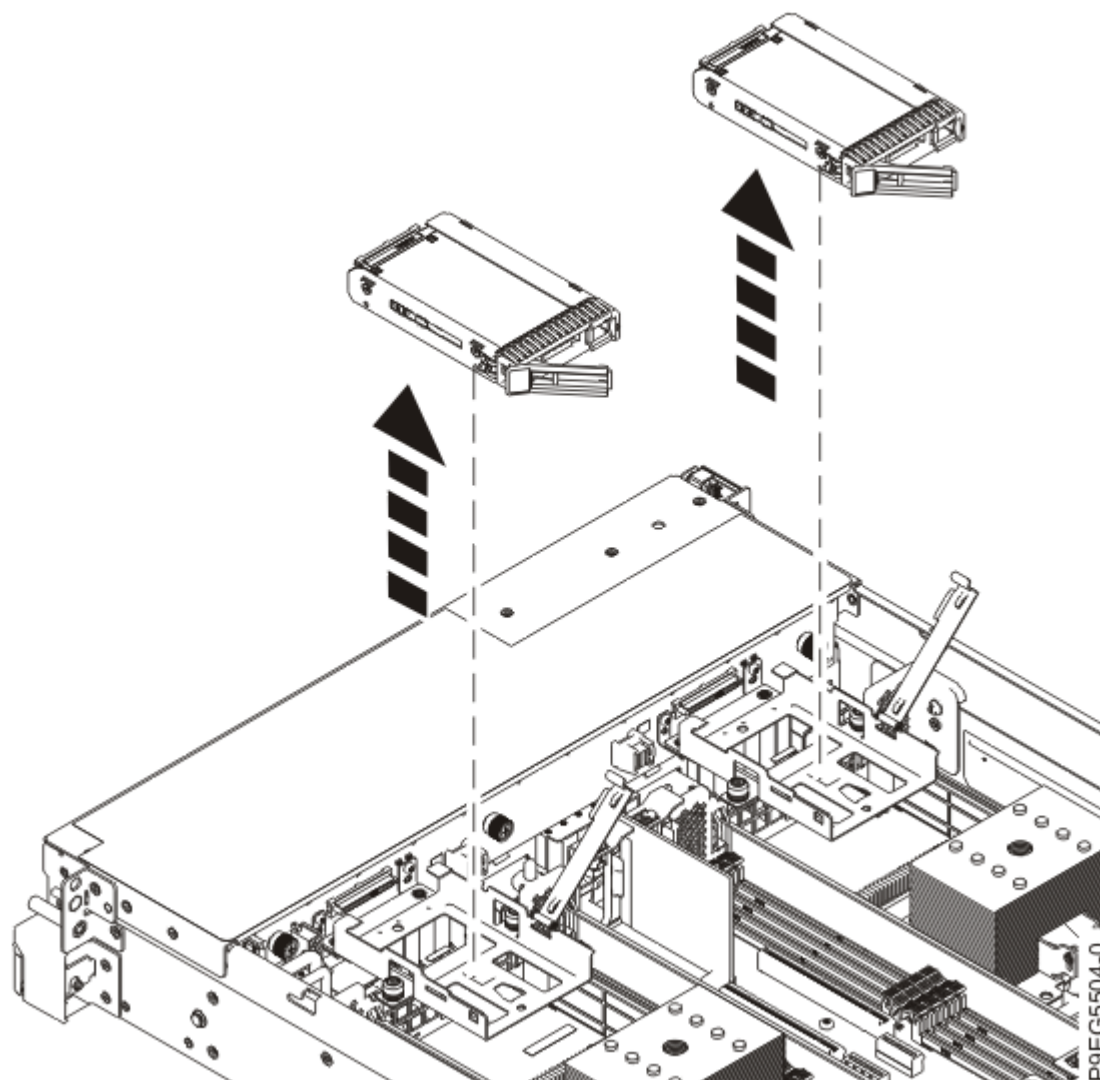

Figura 8. Elevando a unidade
- d) Eleve a unidade do sistema conforme mostrado na Figura 8 na página 10.